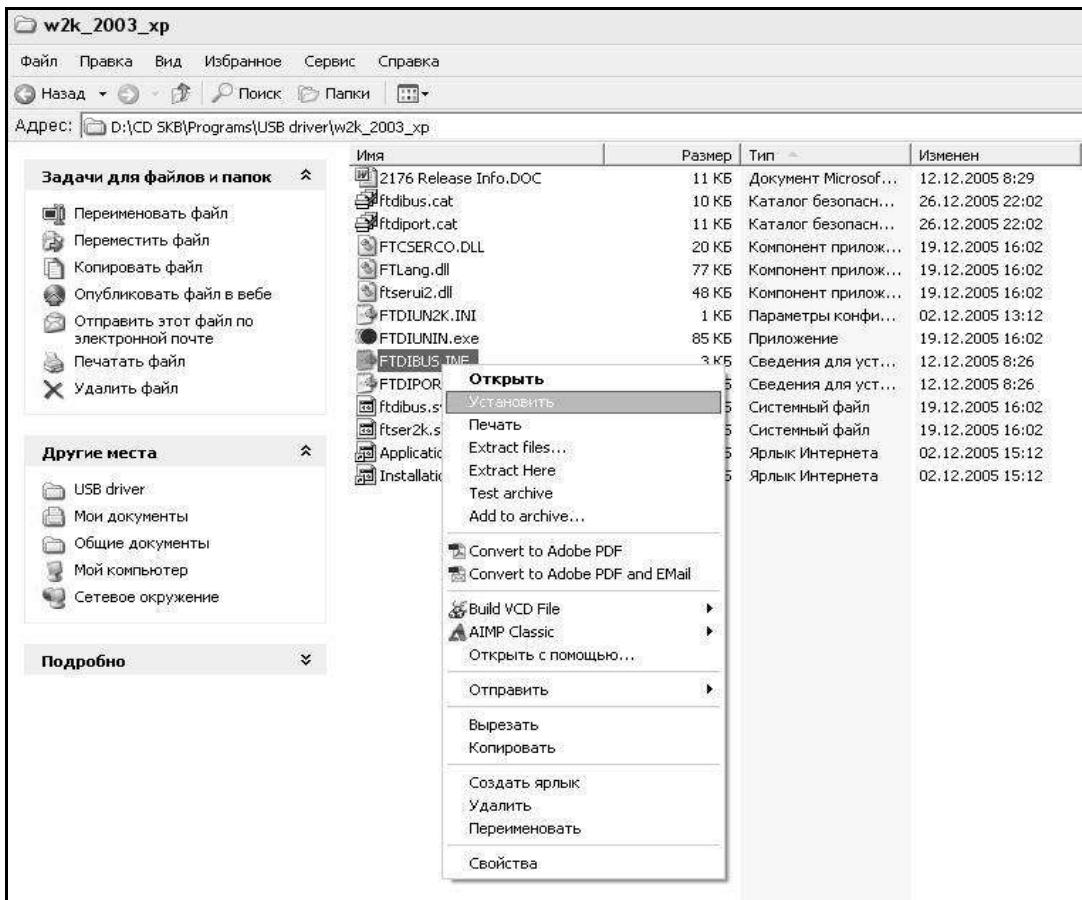

Рисунок 2.4 – Окно ручной установки драйвера
- нажать правой клавишей мыши на файле FTDBUS.INF в выпадающем меню выбрать пункт «Установить» (см. рисунок 2.4);